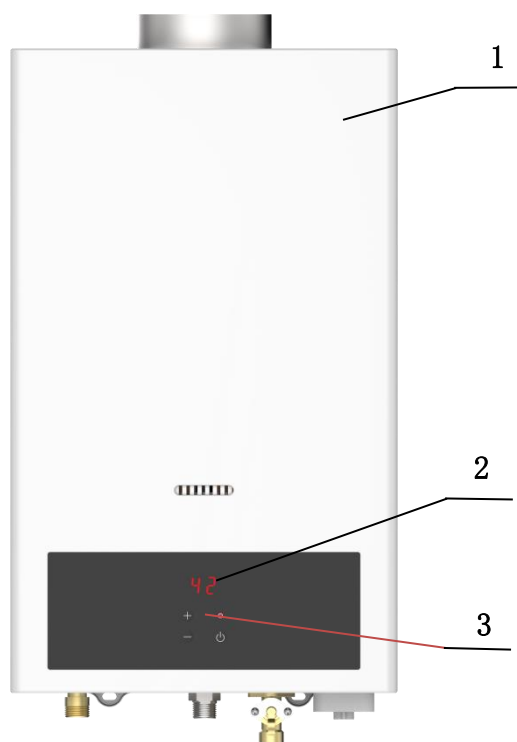

Рис. 1
Составные части аппарата, поясняющие принцип устройства и требующие технического обслуживания во время эксплуатации, показаны на рис. 1; 2; 3; 4.
4.3.1 Аппарат настенного типа имеет прямоугольную форму, образуемую съемной облицовкой, установленной на каркасе 2 (см. рис. 1, 2, 3, 4).